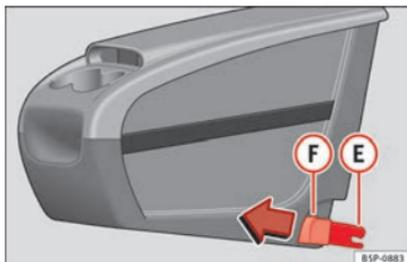
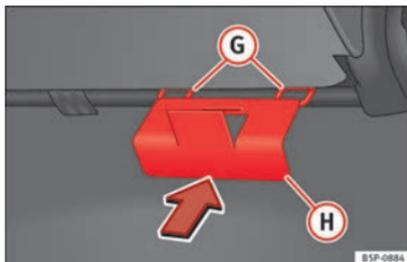

Fig. 93 Cassetto portaoggetti estraibile. Montaggio.
Fig. 94 Piastra di fissaggio del cassetto portaoggetti estraibile.
- Collocare dall'interno del veicolo la piastra di fissaggio **(H)** » **fig. 94** del cassetto portaoggetti estraibile, facendola passare attraverso la parte posteriore del sedile. Deve essere collocato fra lo schienale e il piano del sedile, nella zona del posto centrale.
- Agganciare i due pezzi di fissaggio **(E)** » **fig. 93**, con i due occhielli di fissaggio **(G)** » **fig. 94** e premere con forza fino a quando le due pinze si incastrano completamente con gli occhielli.
- Tirare in avanti entrambi i pulsanti » **fig. 93** **(F)** delle pinze (pulsanti rossi), fino a quando non si sente lo scatto.